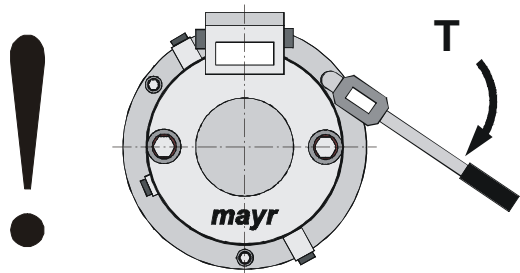

Figura 7
6. Introduzca el freno sobre los espárragos (3.1) y acóplelo al plato-brida (3). **¡No dañe las juntas tóricas (3.2 y 3.3)!**
7. Atornille el freno con las tuercas de sombrerete (19) y las arandelas (20) (Figura 7). **¡Evite ladear el freno!** **¡Tenga en cuenta los pares de apriete según la Tabla 1!**